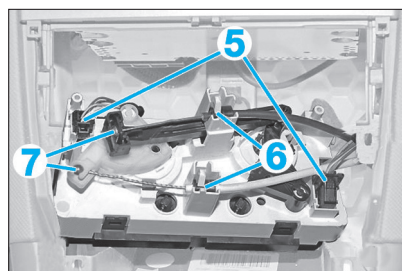

Fig. 22
- Retourner la façade de commande et débrancher les connecteurs (5) (Fig.22).
- Dégrafer les gaines de commande des agrafes (6).
- Extraire les embouts des câbles de commande (7) de la façade.